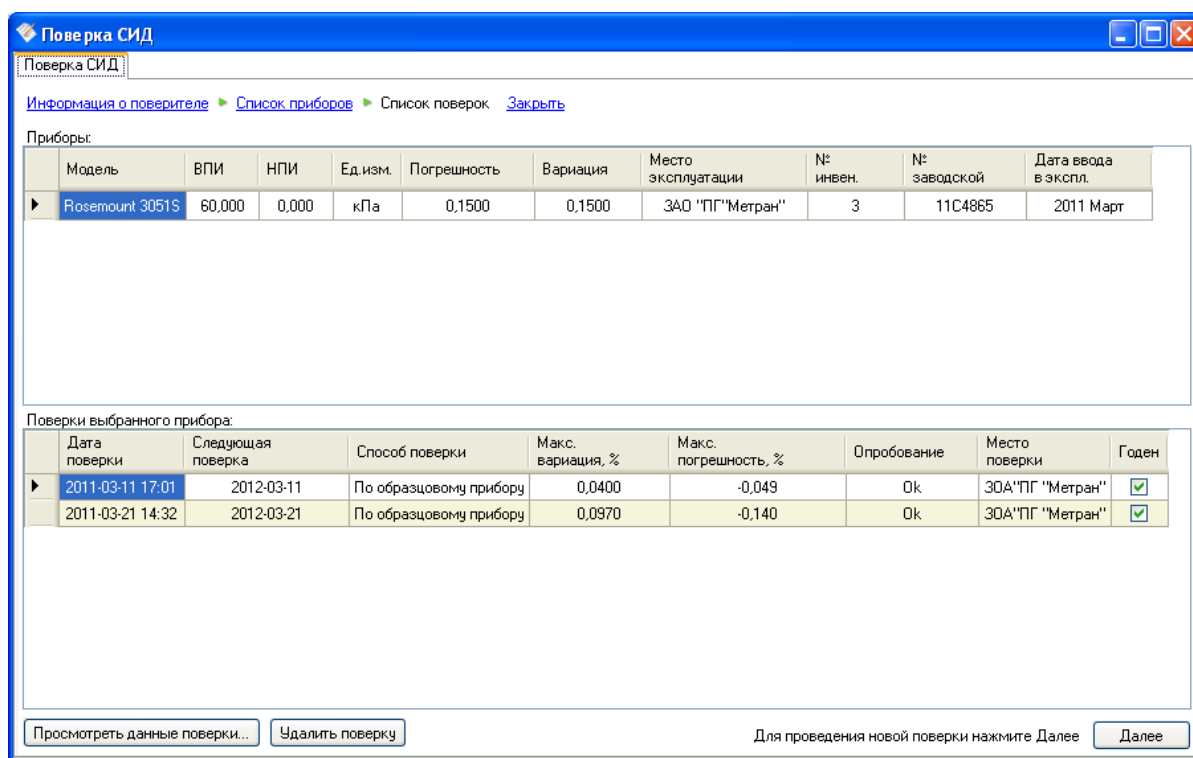

Рисунок 4.24 – Просмотр ранее выполненной поверки прибора
На данном этапе отображаются результаты поверок для каждого из выбранных приборов: дата прошедшей и следующей поверок, способ поверки, погрешность измерений давления и вариация, место поверки, результат поверки (см. Рисунок 4.24).
- выбрать в таблице «Поверки выбранного прибора» сохраненный в БД протокол поверки и нажать кнопку «Просмотреть данные поверки...» (см. Рисунок 4.24);
Для выбора поверяемого прибора или группы приборов из БД, имеющих одинаковый диапазон измерений давления, следует выделить поверяемые приборы из таблицы списка приборов и нажать кнопку «Далее». В открывшемся окне программы отображается информация о ранее выполненных поверках выбранных датчиков (см. Рисунок 4.24). Для продолжения процесса поверки (выбора средств поверки) следует нажать кнопку «Далее».